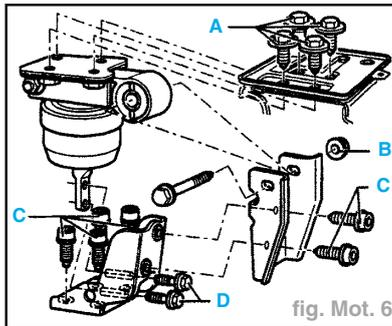

fig. Mot. 6
- Dévisser de la fixation gauche (A) de l'ensemble mécanique les vis de fixation (fig. Mot. 6).